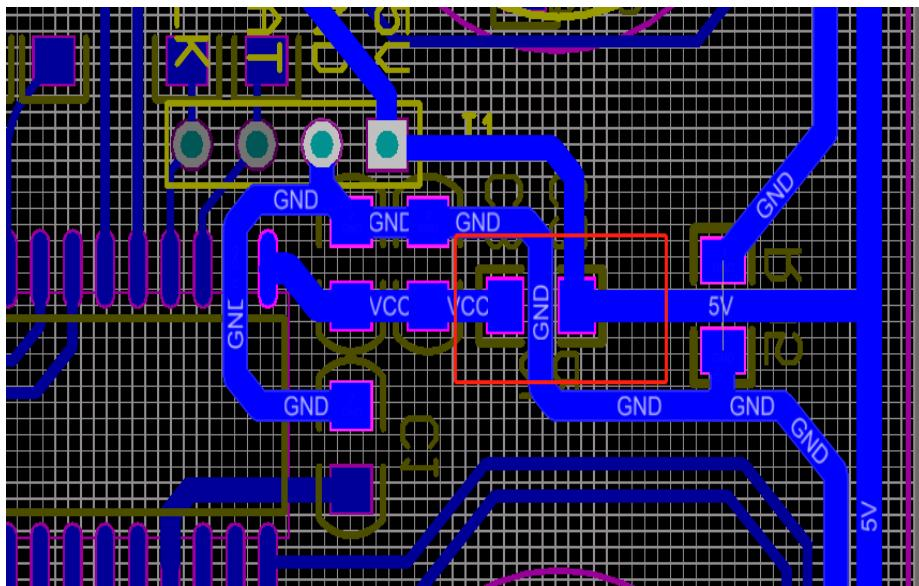

图 12
2) 功率部分与 MCU 控制部分的电源分离，可在芯片 VDD 输入前端串二极管或 10R 电阻并接大电容，防止芯片输入电压瞬时抖动，功率部分应在二极管或 10R 电阻前取电，如下图 12 所示：